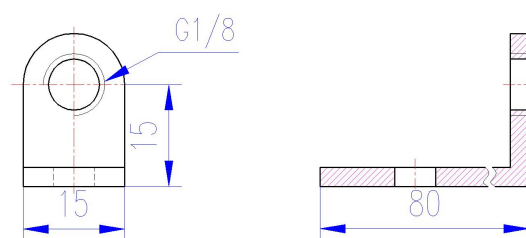

图 2 安装座零件图
(2) 安装座（见图 2）：采用 3mm 不锈钢（304）板加工，侧面焊接于喷吹管两端，并加工螺纹孔，用于进气接头安装；底部开设通孔，使用螺栓安装在输送机。